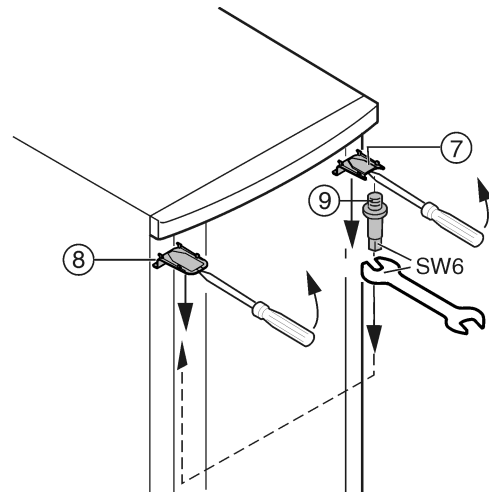

Fig. 7
- ▶ Viršuje dengiamąją plokštelę Fig. 7 (7) irdengiamąją plokštelę Fig. 7 (8) priekyje atkelkite atsuktuvu ir, traukdami įstrižai, jas nuimkite.
- ▶ Išsukite atraminį varžtą Fig. 7 (9) ir **tvirtai (su 4 Nm)** įsukite kitoje pusėje.
- ▶ Dengiamąją plokštelę Fig. 7 (7) vėl sumontuokite atraminio varžto pusėje: įstatykite galine puse, išspauskite priekinę dalį.
- ▶ Dengiamąją plokštelę Fig. 7 (8) sumontuokite priešingoje pusėje: įstatykite galine puse, išspauskite priekinę dalį.
- ▶ Užkabinkite duris viršuje už atraminės gembės Fig. 7 (9).